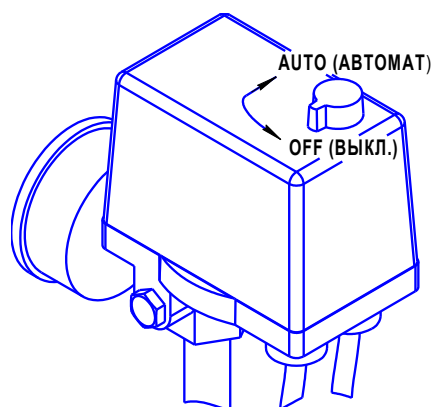

Рисунок 3
- 1 Проверьте, чтобы выключатель на прессостате находился в выключенном положении "OFF" (см. рисунок 3).
- 1 Выключить компрессор выключателем на пресостате. Для этого необходимо переключить выключатель в положение "OFF" (см. рисунок 3). После этого остановится электродвигатель и произойдет сброс давления из нагнетательного воздухопровода и поршневого блока.
7.3.2 Компрессор оборудован устройством защиты от перегрузок. При нарушении питания электрической сети, а также при работе с ПВ более 60% возможно автоматическое срабатывание защиты двигателя. Для пуска компрессора после срабатывания защиты выполните следующие действия: после того, как двигатель остынет до допустимой температуры переключите выключатель на прессостате в положение "OFF" (см. рисунок 3), а затем включите компрессор переключив выключатель в положение "AUTO".